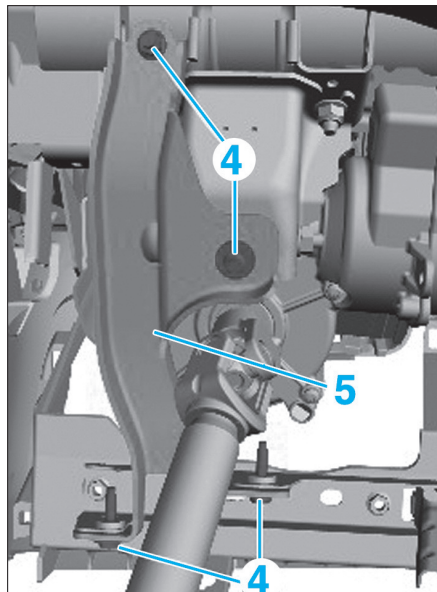

Fig. 9
- Déposer les vis (4) puis le renfort (5) (Fig.9).